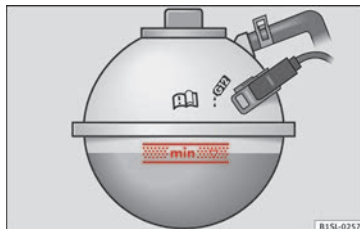

Fig. 109 Nel vano motore: Segno nel serbatoio di compensazione del liquido di raffreddamento.
- A motore freddo, verificare il livello del liquido di raffreddamento tramite il segno sul fianco del serbatoio di compensazione » **fig. 109**.
- Inserire esclusivamente liquido di raffreddamento **nuovo** conforme alle specifiche SEAT (» pagina 160) » ❶.
- Il livello del liquido di raffreddamento deve rimanere tra le tacche incise sul serbatoio di compensazione » **fig. 109. Non oltrepassare il bordo superiore della zona contrassegnata** » ❶
- Se non si dispone di un liquido di raffreddamento che soddisfa le specifiche richieste (» pagina 160), non utilizzare in nessun caso altri tipi di additivi, anche se si tratta di un'emergenza. Al suo posto, utilizzare unicamente **acqua distillata** » ❶. Quindi ricordarsi di ripristinare la proporzione corretta della miscela con l'additivo prescritto il prima possibile » pagina 160.
❶ ATTENZIONE
- Aggiungere liquido di raffreddamento solo fino al bordo superiore della zona contrassegnata » **fig. 109**. In caso contrario, quando la